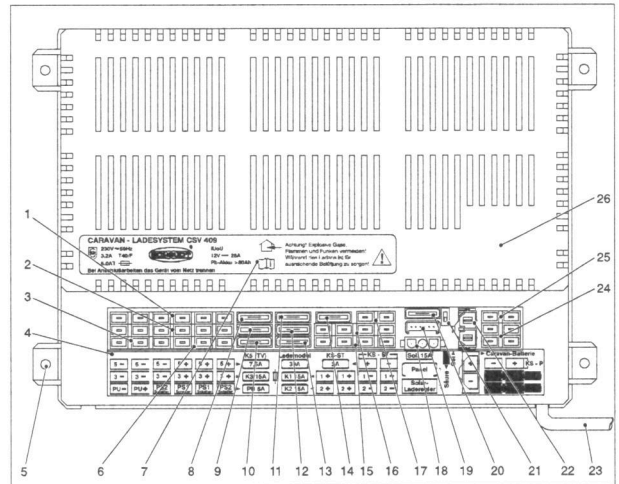

Bild 2 Caravan-Ladesystem CSV 409 A Frontansicht
- Sicherstellen, dass der Batterie-Wahlschalter (Abb. 2, Pos. 21) je nach eingesetzter Batterie in der richtigen Stellung steht.